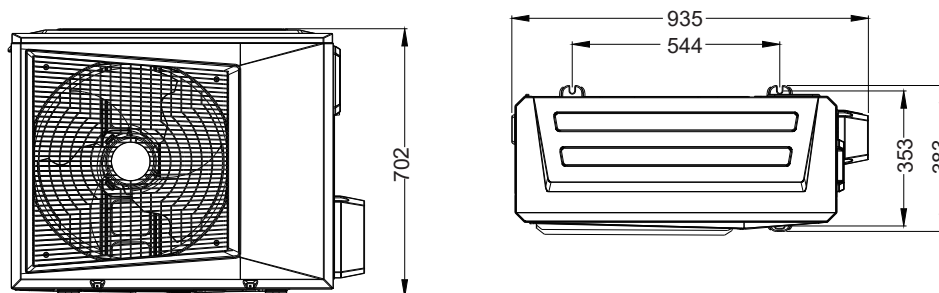

Fig. 3-3 Dimensiones de la unidad exterior
3) Fig.3-3 Se aplica a los modelos de 8kW